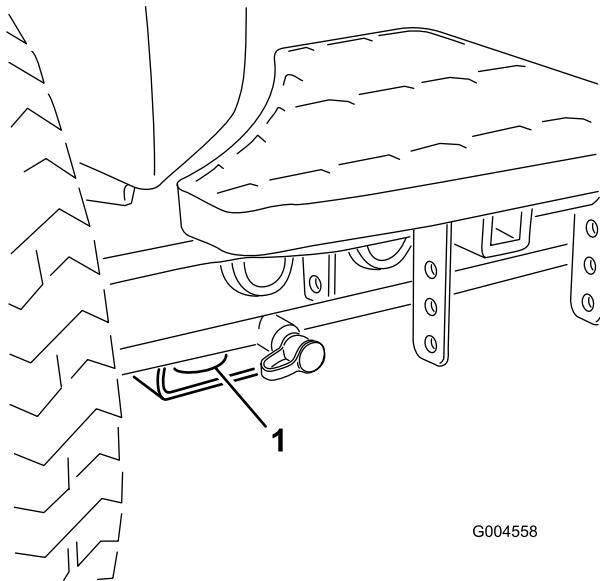

Figura 47
- Delantero – el orificio del bloque rectangular, debajo del tubo del eje, al interior de cada rueda delantera (Figura 47).